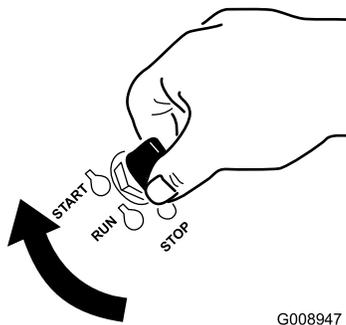

Bild 15
1. Drehen Sie den Zündschlüssel auf die Start-Stellung (Bild 15).